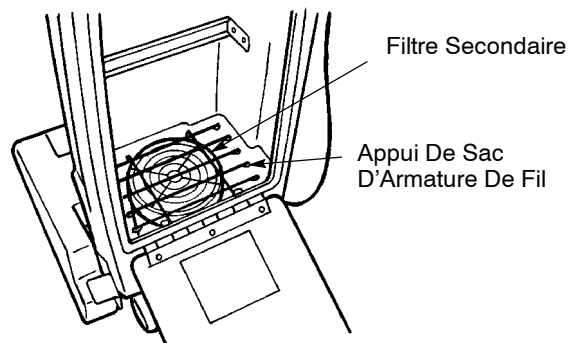

FIG. 8
1. Nettoyez toutes les semaines le filtre secondaire. Le filtre se trouve sous la zone du sac (Figure 8).